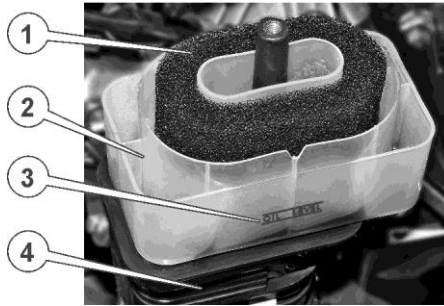

Рисунок 17 – Відкритий повітряний фільтр
2. Дістати поролоновий фільтрувальний елемент з піддона (див. рисунок 17), промити його в розчині мийного засобу (можна використовувати дизельне паливо або, у разі особливо сильного забруднення, гас), віджати і ретельно висушити. Якщо фільтрувальний елемент надмірно забруднений або пошкоджений – замінити його.
4. Установити піддон на місце, налити в нього 50-70 г моторного мастила (до позначки рівня на корпусі масляної ванни, див. рисунок 17), рівномірно розподіливши його по секціях піддону.